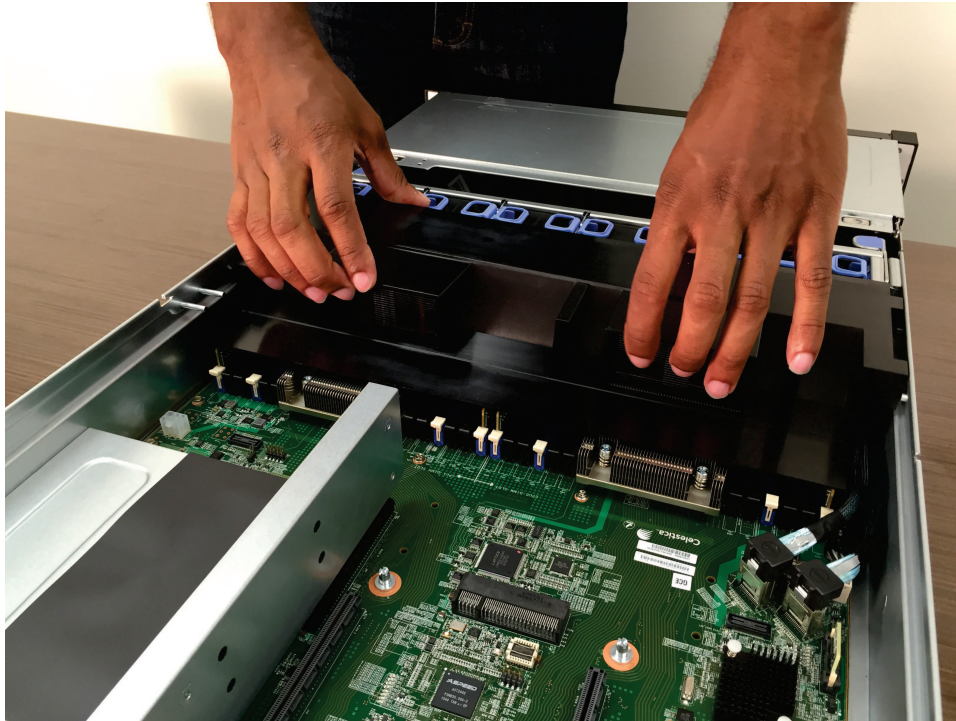

図 61. エア・バッフルの交換
4. 78 ページの図 61 に示すように、エア・バッフルを下に押して、しっかりと収まった状態にします。